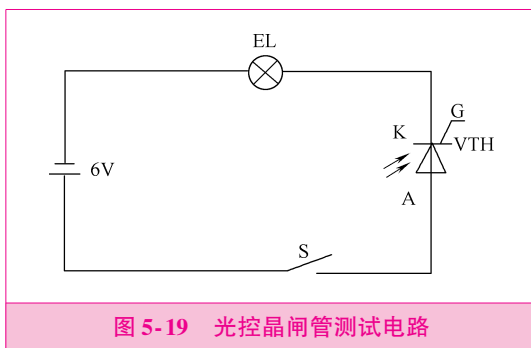

图 5-19 光控晶闸管测试电路
2) 我们也可用如图 5-19 所示电路对光控晶闸管进行测量。接通电源开关 S，用手电筒照射晶闸管的受光窗口、为其加上触发光源（大功率光控晶闸管自带光源，只要将其光缆中的发光二极管或半导体激光器加上工作电压即可，不用外加光源）后，指示灯应点亮，撤离光源后指示灯应维持发光。